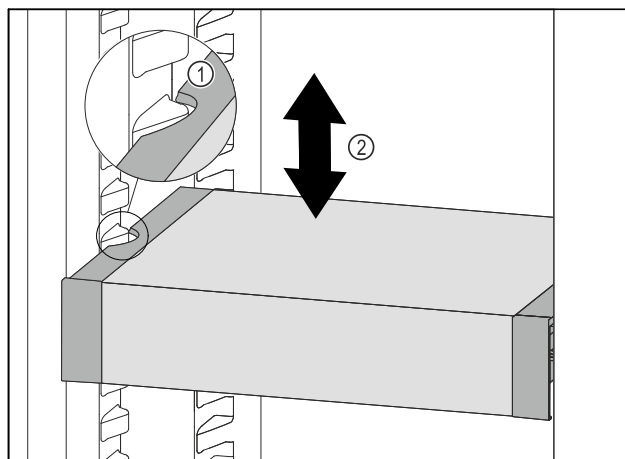

Fig. 133
- ▶ Træk VarioSafe fremefter, indtil udsparingerne i siden på VarioSafe er på niveau med beholderribben i kølesektionen, Fig. 133 (1)
- ▶ Flyt VarioSafe op eller ned i kølesektionen, indtil den ønskede højde er nået, Fig. 133 (2)